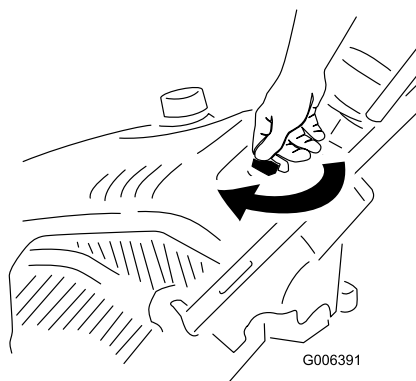

Bild 11
1. Drehen Sie den Zündschlüssel nach rechts auf die On-Stellung (Bild 11).